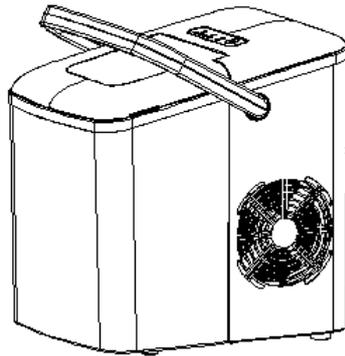

Рис.2
2) Поставьте ручку с ровное положение с отверстиями на корпусе и освободите руки, затем вставьте ручку в отверстия на корпусе (см. Рис.2).